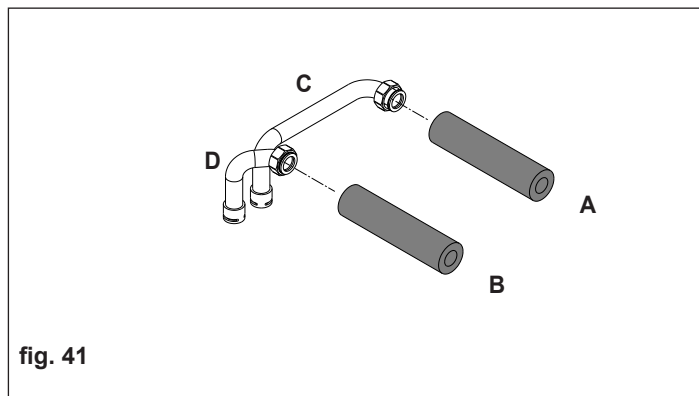

fig. 41
- Tagliare n°2 tronchetti di coibente: n°1 lungo 230 mm (A) e n°1 lungo 100 mm (B) (fig. 41)
- Infilare il tronchetto (A) sul tubo 3/4" C e il tronchetto (B) sul tubo 3/4" (D) (fig.41)